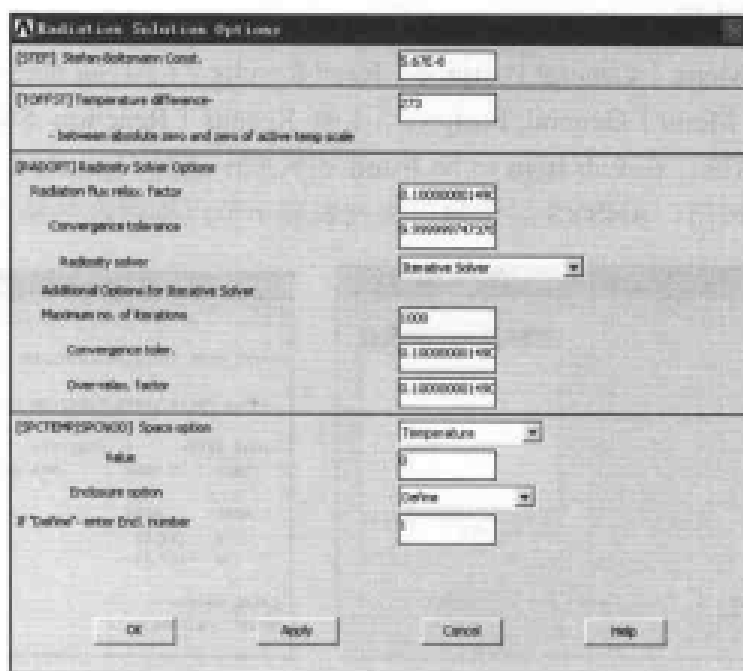

图 11-7 辐射分析设置对话框
(3) 选择 Main Menu | Solution | Radiation Opts | Solution Opt 命令，出现 Radiation Solution Options 对话框，在 [STEF] Stefan-Boltzmann Const.文本框中输入 $5.67\text{E}-8$ ，在 [TOFFST] Temperature difference—between absolute zero and zero of active temp scale 文本框中输入 273，其余选项采用默认设置，如图 11-7 所示，单击 OK 按钮关闭该对话框。